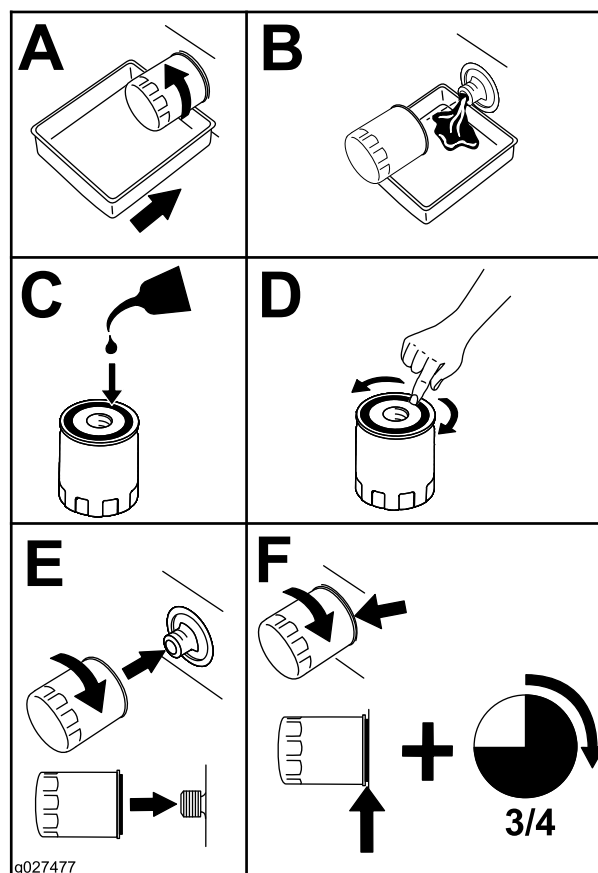

Figura 44
5. Înlocuiești filtrul de ulei de motor (Figura 44).